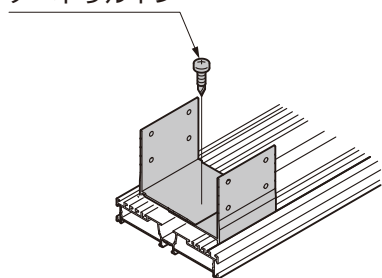

図3-4
- ② 枕木取付部材1と2を【2-1】で取付けてください。(図3-4参照)